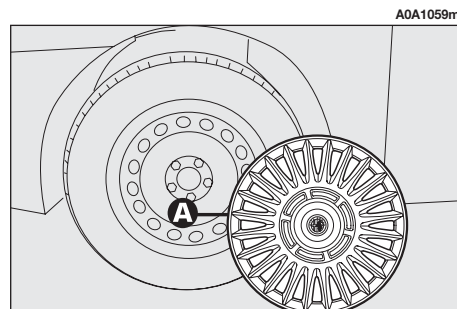

fig. 4
- Rimuovere la coppa ruota (A-fig. 4) (solo versioni con cerchi in acciaio).